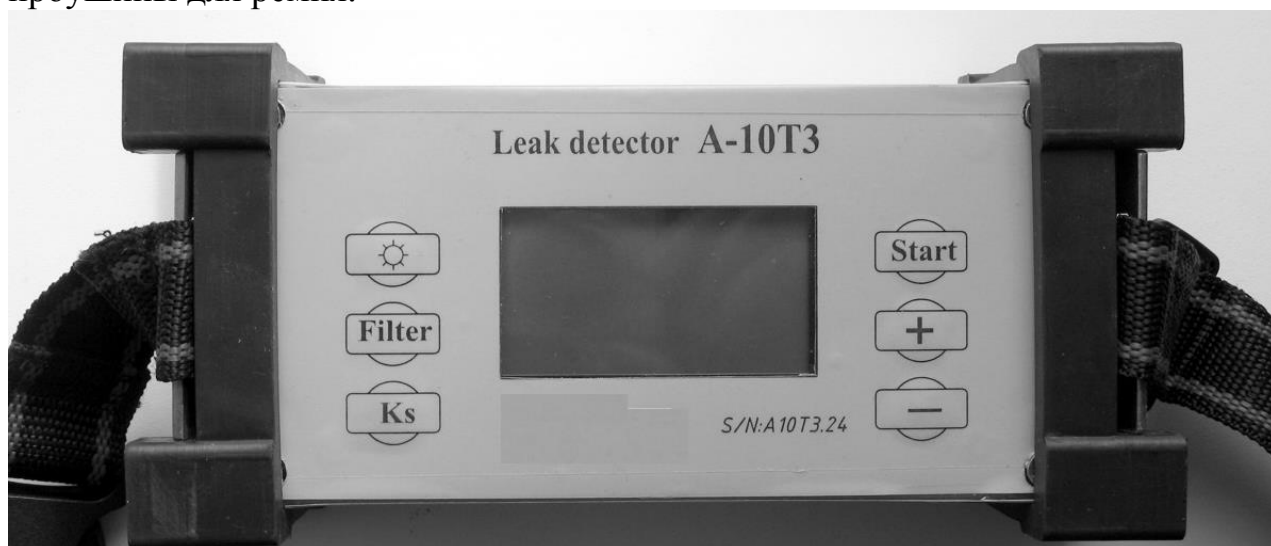

Рис.1. Блок оператора течеискателя А-10ТЗ
1.3.2. Конструкция блока оператора (БО) течеискателя А-10ТЗ (рис.1) герметичная, используются 6-кнопочная клавиатура и два внешних разъема для подключения датчика (7 контактов), головных телефонов и зарядного устройства (4 контакта). Для отображения информации используется графический дисплей. Боковины корпуса течеискателя имеют мягкие резиновые буфера, предохраняющие корпус при любой ориентации. На боковинах имеются проушины для ремня.